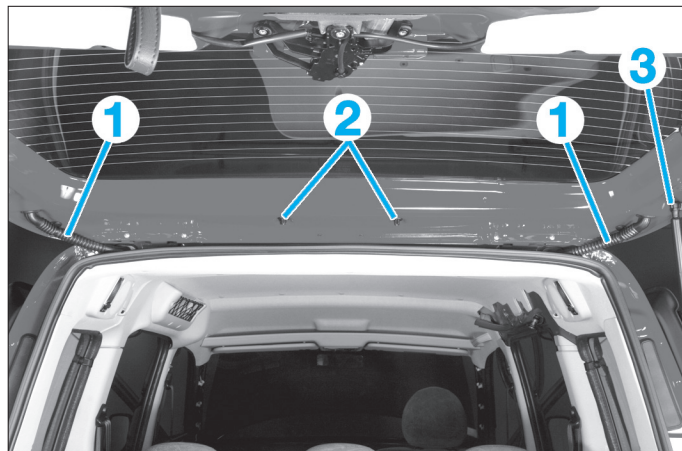

FIG. 62
- Débrancher les connecteurs des faisceaux (1) de hayon et le dégager (Fig.62).
- Déposer le troisième feu stop (écrous plastique (2)).
- Dégrafer le vérin de hayon (3).